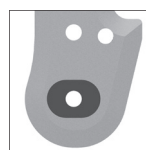

Abb. 9
- **korrekte** Position des Splintbolzens (Abb. 9)